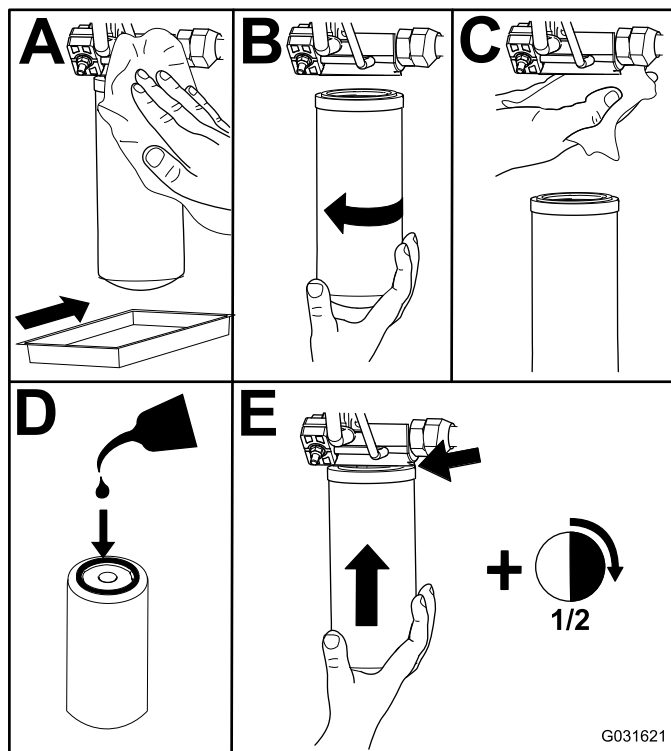

Рисунок 117
- Замените гидравлические фильтры (Рисунок 117).